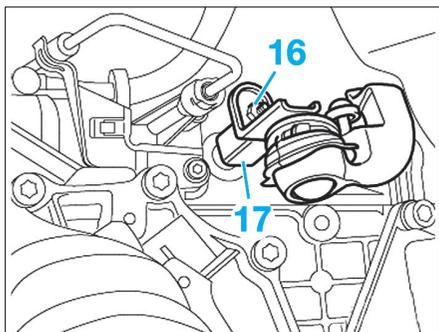

Fig. 7
- Dévisser l'écrou (16) et retirer le levier de commande sur boîte de vitesses (17) de l'arbre de commande des vitesses. (Fig.7).